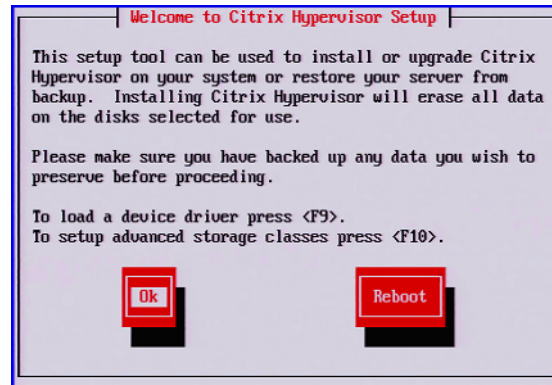

図 10-3. デバイスドライバのロード
4. DUD CD/ISO を挿入します。GUI のウェルカム画面が表示されます (図 10-3 を参照)。